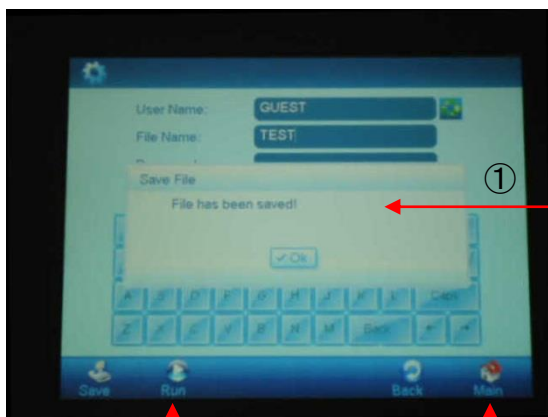

図11 ② ③
保存できると、“File has been saved.”と表示されます。(図11-①)
Run (図11-②)またはMain (図11-③)をタッチし、次の操作に移ります。